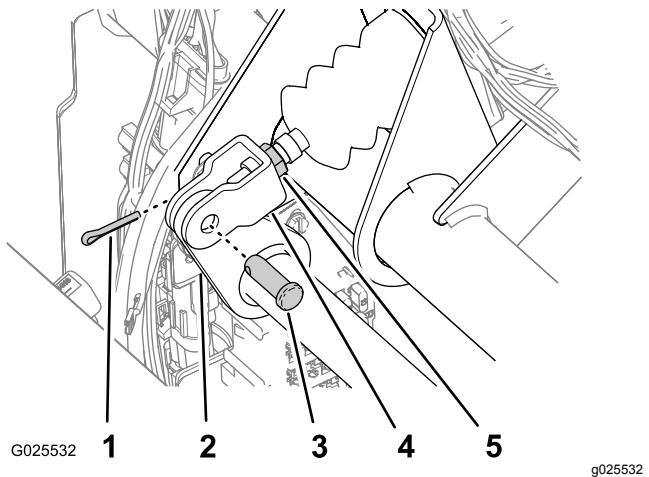

Figura 76
- Retire el pasador de horquilla y la chaveta que fijan la horquilla del cilindro maestro al pivote del pedal de freno (Figura 76).
- Afloje las contratuercas que fijan la horquilla al eje del cilindro maestro (Figura 76).
- Ajuste la horquilla hasta que sus taladros estén alineados con el taladro del pivote del pedal de freno (Figura 76).
- Fije la horquilla al pivote del pedal con el pasador y la chaveta (Figura 76).
- Apriete la contratuerca que fija la horquilla al eje del cilindro maestro (Figura 76).